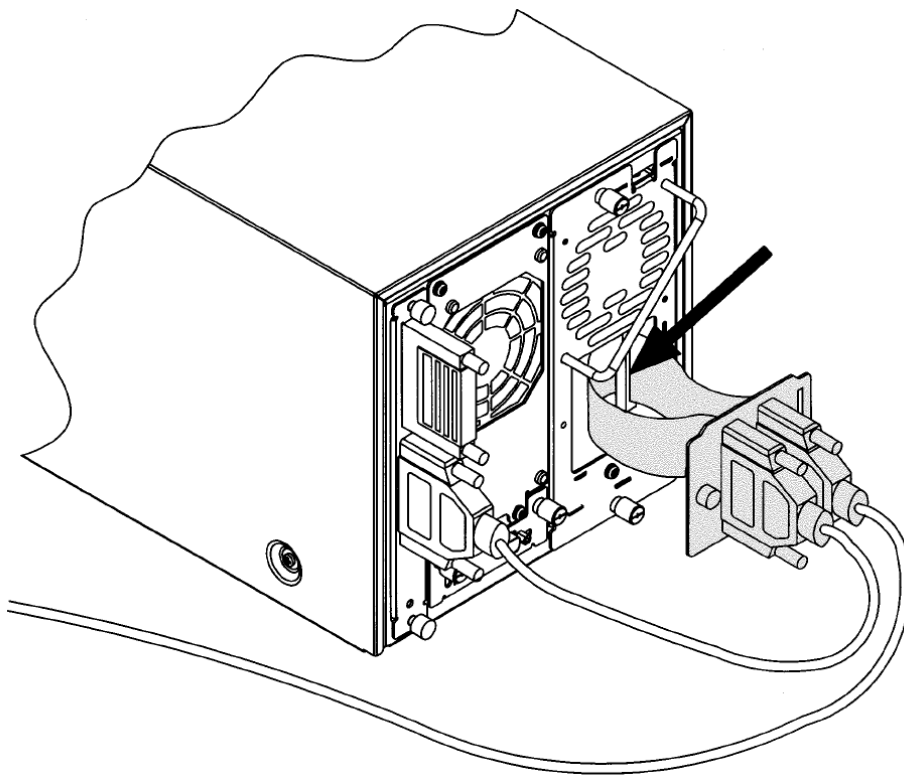

図 5.1 リボンケーブルとコネクタ
4. ドライブモジュールに接続されているリボンケーブルをつかみます。コネクタを左に引っ張り、ケーブルを外します。リボンケーブルとコネクタの位置については、図5.1 を参照してください。